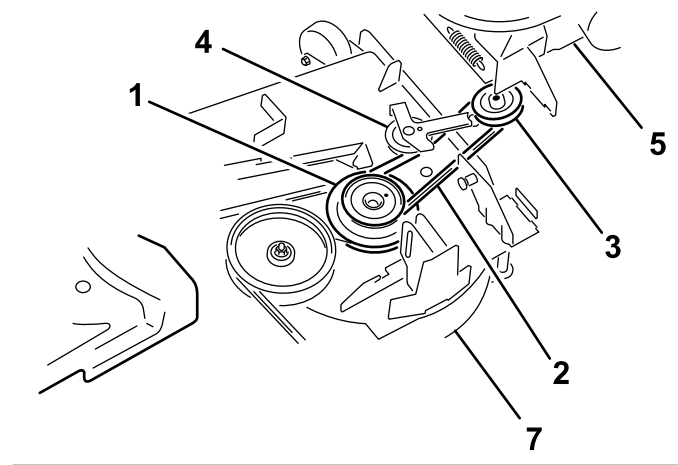

Bild 10
3. Verlegen Sie den Riemen unter der Spannscheibe (Bild 10).
4. Entfernen Sie den Riemen von der Antriebsscheibe (Bild 10).
1. Fluchten Sie den Gebläseriemen um die Riemenscheibe des Gebläses aus (Bild 10).
4. Verlegen Sie den Riemen vorübergehend unter die Spannscheibe (Bild 10).
5. Verlegen Sie den Riemen um die Antriebsscheibe (Bild 10).
7. Ziehen Sie die gefederte Spannscheibe bzw. Riemenscheibe von der starren Federstrebe weg und verlegen Sie den Riemen um die Spannscheibe (Bild 10).